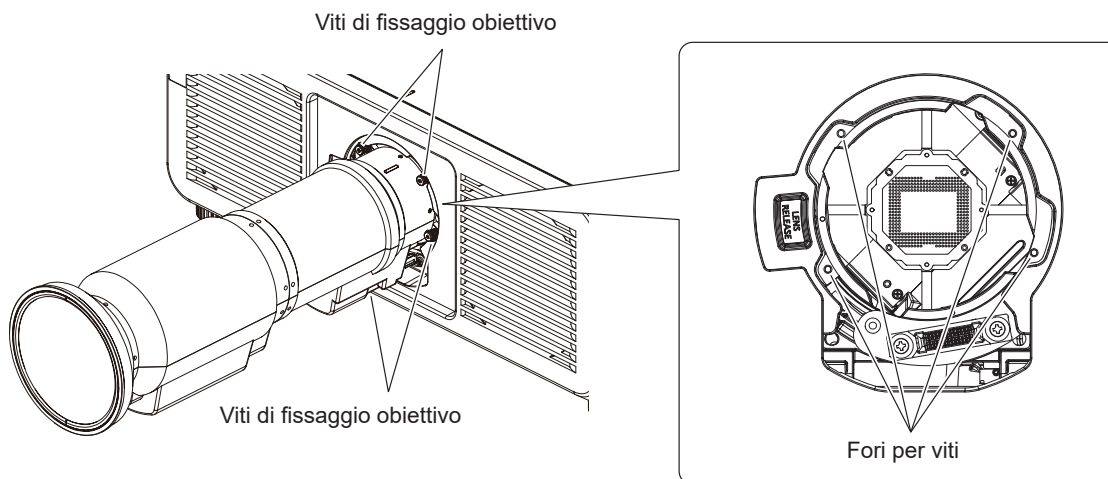

Fig. 4
- 4) **Fissare l'obiettivo di proiezione con le viti di fissaggio. (Fig. 4)**